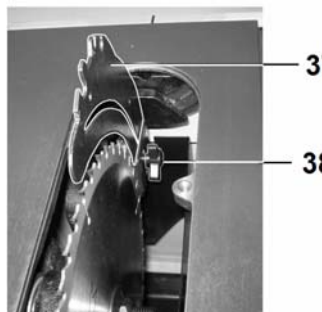

Рис. 18
расклинователь (37) в верхнее положение и закрепите его винтом (38), Рис.18.
### 9.5. Расклинователь (Рис. 18)